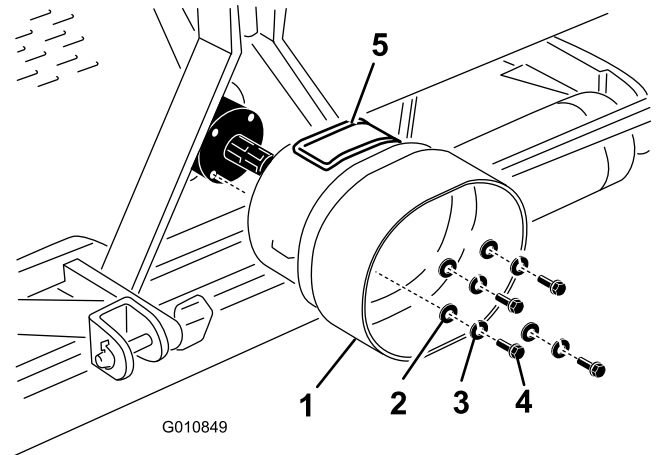

図 22
1. エアレータのギアボックス後部についているボルト、ロックワッシャ、平ワッシャ各 4 個を外す 図 22。
2. いま取り外したボルト類を使用して、PTO シールドをエアレータのギアボックスに取り付ける 図 22。
PTO シールドのアクセスパネル 図 22を、上部又は側部エアレータの構成によって異なるに合わせる。
注 アクセスパネル 図 22を開けると、PTO シャフトの取り付けボルト類の着脱が容易になります。